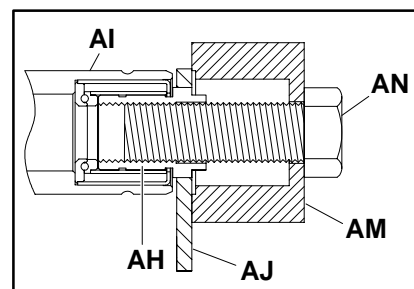

Figure 16
Mettez en place l'outil d'extraction (AM de la figure 16), numéro de pièce ☆25-09, sur l'entretoise de maintien (AH de la figure 16).
Insérez la visse filetée spéciale (AN de la figure 16), numéro ☆906-278, au dessus de l'extracteur du palier (AM) et dans l'entretoise de retenue (AH).